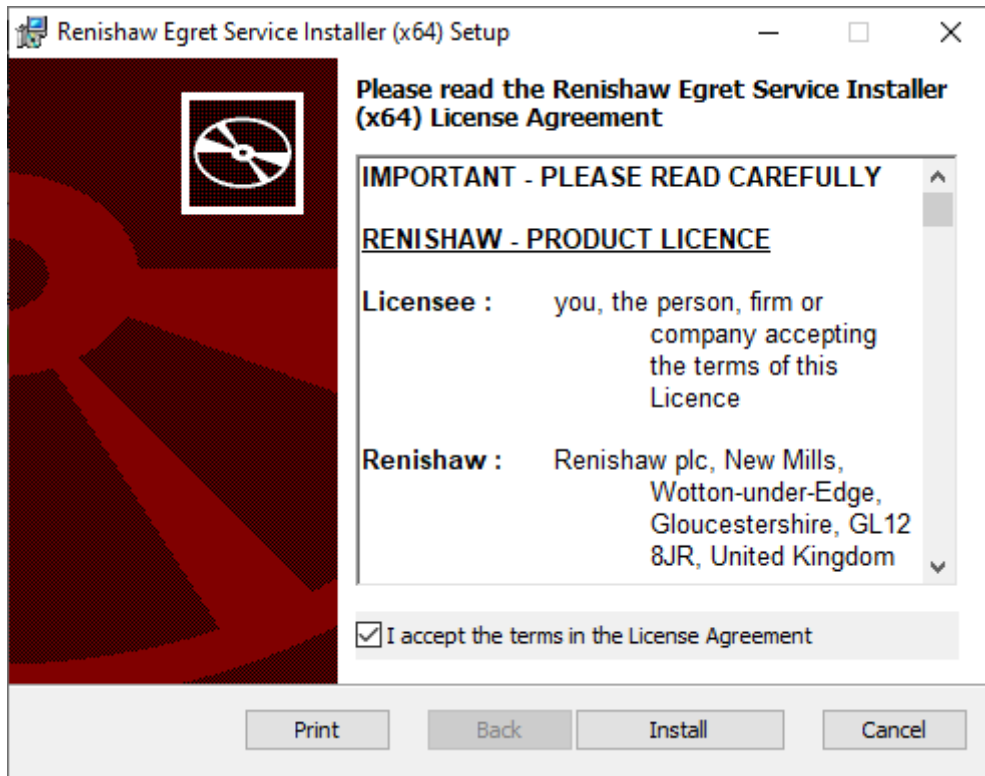

Abbildung 18 Renishaw Egret Service Installer
6. Nun wird der Renishaw Egret Service Installer angezeigt. Wählen Sie **I accept** (Ich stimme zu) und klicken Sie dann auf **Install** (Installieren) (siehe Abbildung 18).